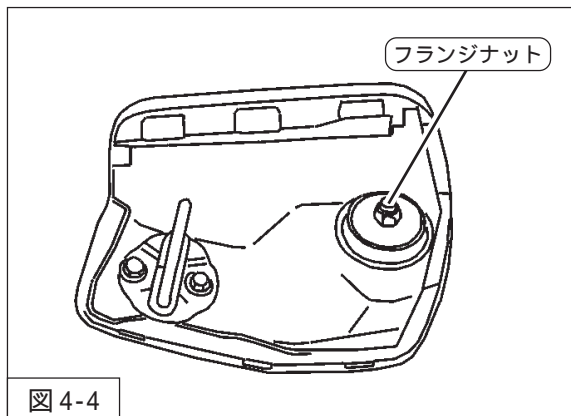

図4-4
7. P6「ダンパーASSY構成図」を参考に、アッパーマウンティングラバー(純正部品)プレートをリアダンパーASSYに組付け、フランジナット(締付トルク:29N・m)を使用して、リアダンパーASSYを車両に取付けてください。(図4-4)